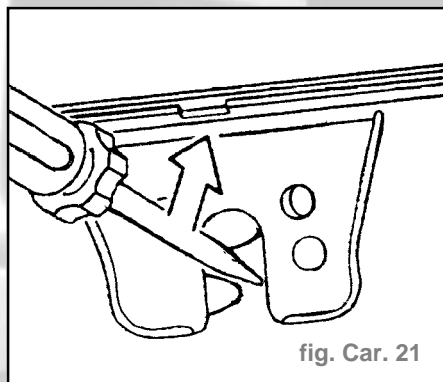

fig. Car. 21
- Verrouiller la partie supérieure de la serrure à l'aide d'un tournevis (fig. Car. 21).